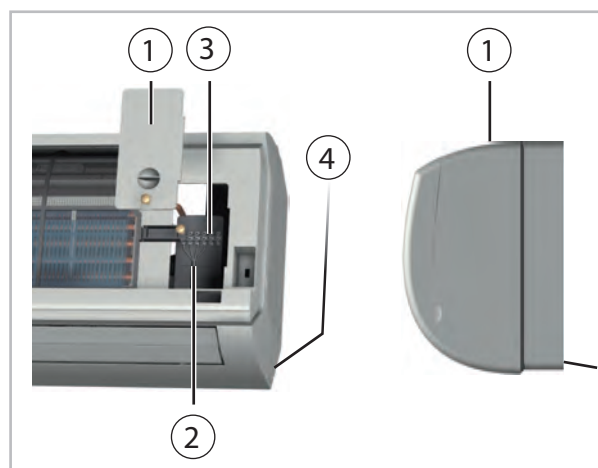

Abb. 40: Anschluss des Innengeräts
2. ➤ Lösen Sie die Abdeckungen auf der rechten Seite (Abb. 40).
3. ➤ Klemmen Sie die bauseits verlegte Steuerleitung an den Klemmen an (Abb. 40).